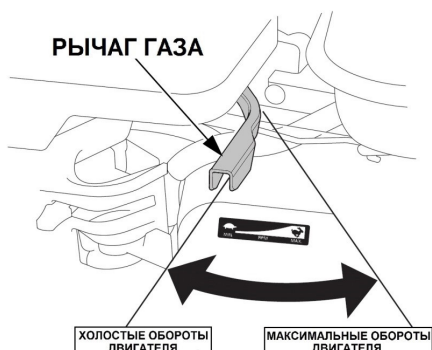

Рис. 20 Положения рычага газа
2. Открутите гайки 2 крепления полозков на 1-2 оборота и установите полозков на необходимую высоту (Рис. 20). Снова затяните гайки.
5. Переведите рычаг газа на 1/3 хода в сторону положения максимальных оборотов двигателя (Рис. 20).